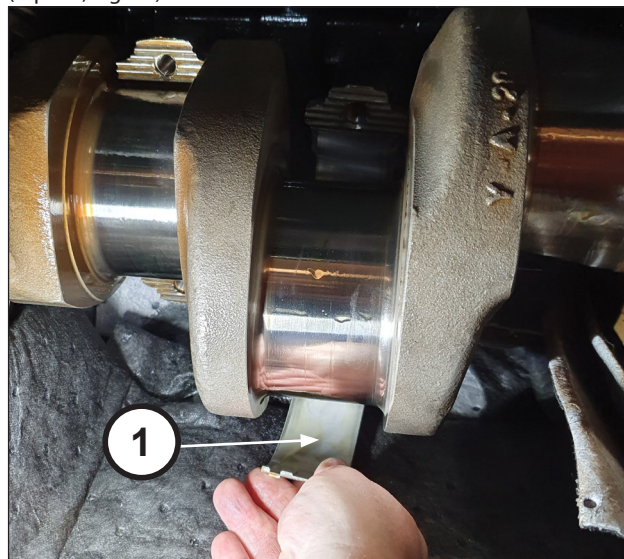

Fig. 33
Dégager les trois demi-coussinets supérieurs des demi-bielles (rep. ①, Fig. 33).